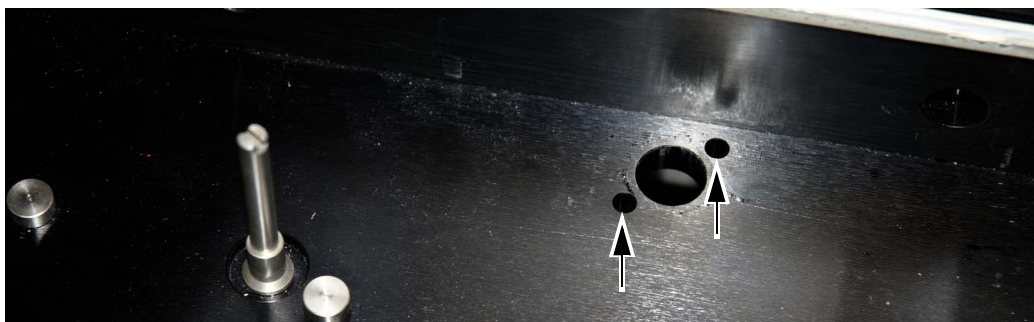

図 53 2個のネジ穴を使用し、秤量モジュールをメインフレームの裏面から固定する
- 2 メインフレーム表面の裏側から2個の（長い）ネジ（0515-0383）で、秤量モジュールをメインフレームに固定します。側面のパネルをあけて、図 53 に示す2個のネジ穴にアクセスします。